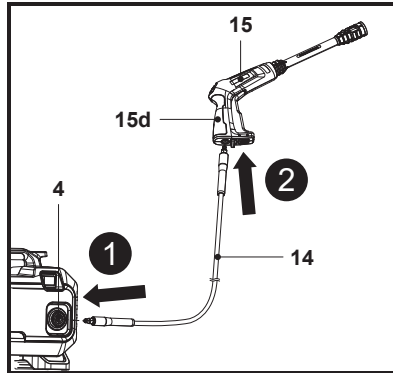

Fig. 4
1. Empurre até ao fim uma extremidade da mangueira de pressão (14) para o interior do conetor (4) da mangueira na máquina, gerando um clique (Fig. 4, passo 1).
3. Empurre até ao fim a outra extremidade da mangueira de pressão (14) para o interior do conetor (15d) da mangueira na pistola de pulverização (15), gerando um clique (Fig. 4, passo 2).